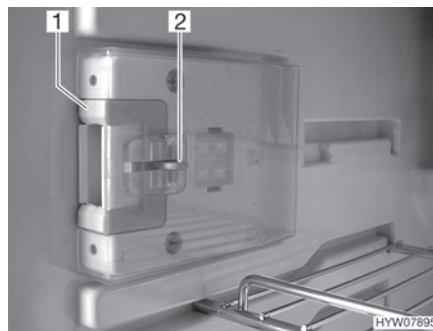
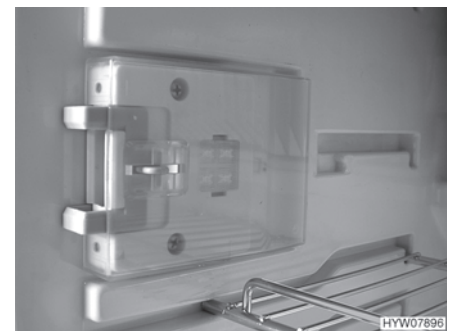

Fig. 161 Dispositif de fermeture (position normale)
Fig. 162 Dispositif de fermeture (position de ventilation)
- Presser le bouton de déverrouillage (Fig. 161,2).
- Pousser le dispositif de fermeture (Fig. 161,1) vers l'avant (Fig. 162).